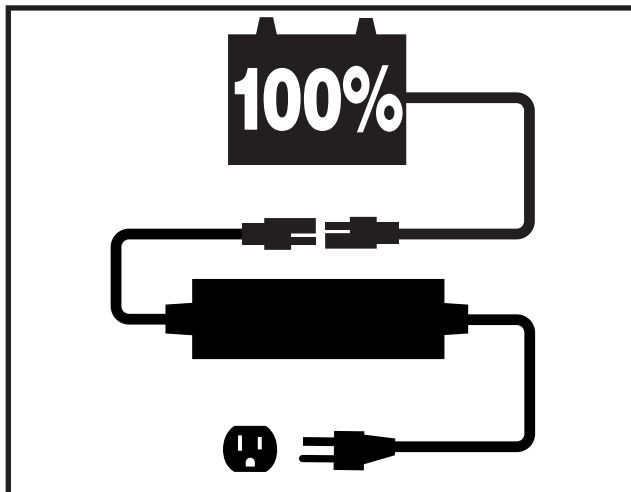

Figure 23. Recharge des batteries
2. Branchez le cordon d'alimentation du chargeur dans le réceptacle situé dans le bas du boîtier, puis branchez l'autre connecteur du cordon dans la prise électrique. **Voir la figure 23**